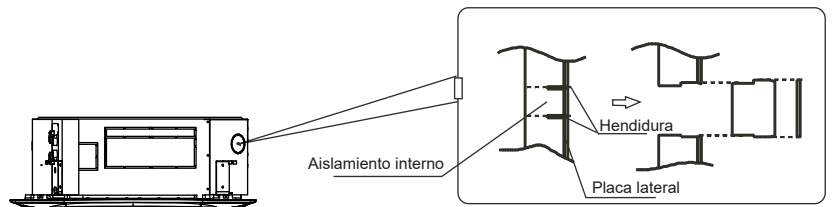

Fig. 5-4
- Corte el aislamiento interno de la parte del agujero con un cortador (véase la fig. 5-4).